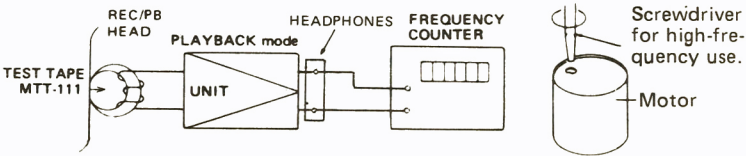

Figure 8-3
- 1) Connect instruments as shown in Figure 8-3.
- 1) Die Instrumente gemäß Abb. 8-3 anschließen.
- 1) Brancher les instruments comme le montre la Fig. 8-3.